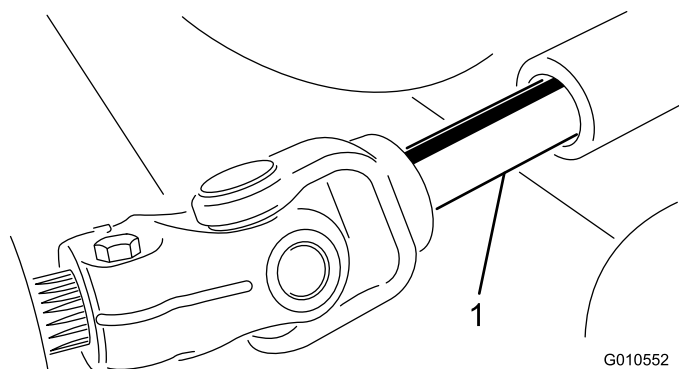

Figure 27
5. Éloignez le plateau de coupe de la machine, en séparant les parties mâle et femelle de l'arbre de PDF (Figure 27).
3. Insérez l'arbre de PDF mâle dans l'arbre de PDF femelle (Figure 27).